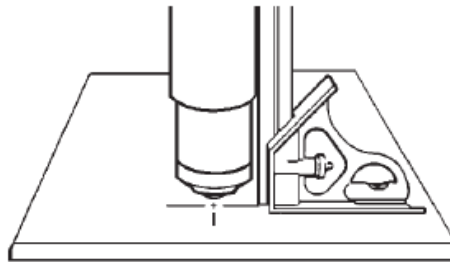

Рис.5 Корректировка расстояния между рукавом и заготовкой
3. Установите плазмотрон перпендикулярно относительно разрезаемого изделия как на рис.5